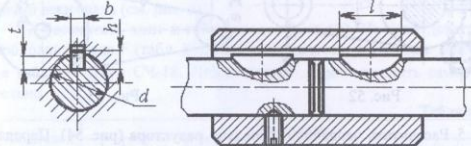

Рис. 51
2. Подобрать по ГОСТ 8794-68 и ГОСТ 8795-68 сегментные шпонки (рис. 51) для гильзовой муфты и проверить их на прочность. Диаметр вала *d* и передаваемый момент *T* приведены в табл. 51.